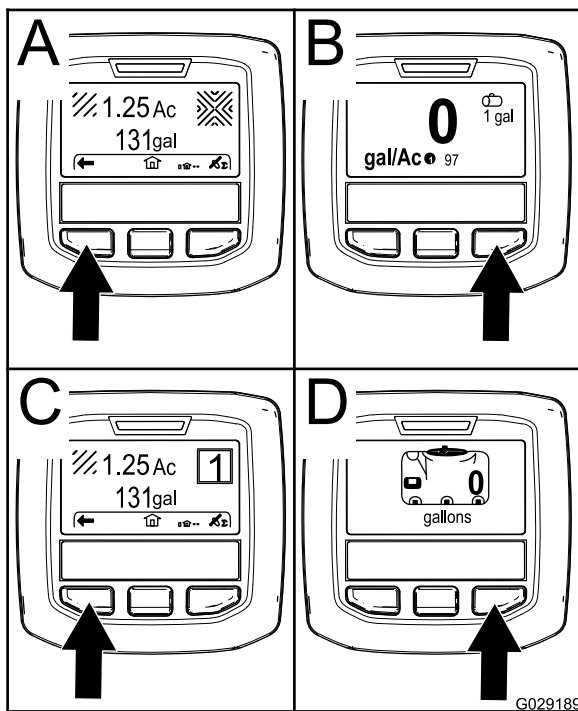

Bild 19
- Rechte Auswahltaste: **Gesprühter Gesamtbereich** (A in Bild 19)
- Rechte Auswahltaste: **Dosierung** (B in Bild 19)
- Linke Auswahltaste: **Gesprühter Unterbereich** (C in Bild 19)
- Linke Auswahltaste: **Behältervolumen** (D in Bild 19)